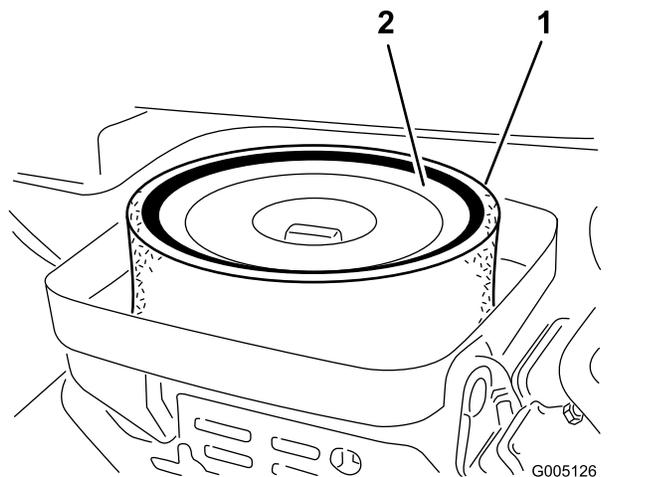

図 37
3. エレメントをエアクリーナに固定している蝶ナットを外す 図 37。
4. スポンジ 図 37 を点検し、汚れていればペーパーエレメントから外す。以下の要領で丁寧に清掃してください